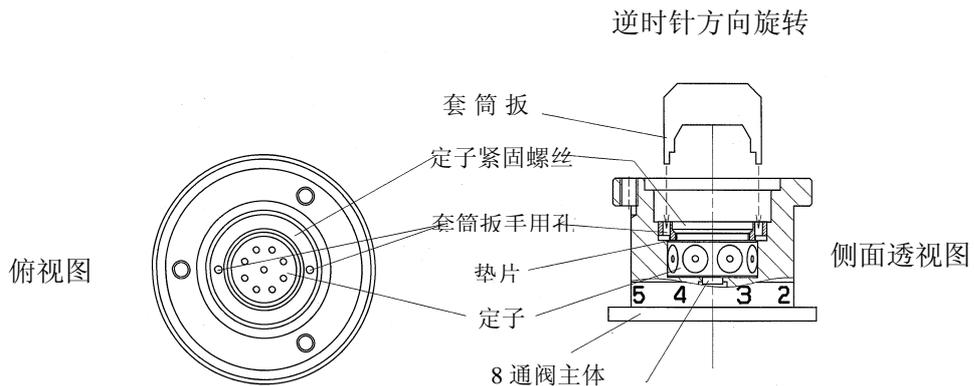

图 6.7 定子的拆卸（转子取下后的状态）
6) 用套筒扳手按图 6.7 将定子紧固螺钉卸下。（逆时针方向）